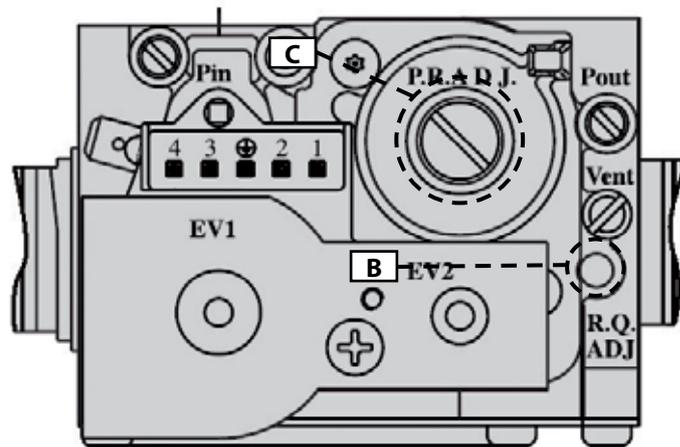

рис. 35
- Удостовериться, что комнатный термостат (опция), если таковой имеется, включен (ON).
- Отрегулировать уровень содержания углекислого газа (CO2) в дымовых газах с помощью соответствующего регулятора **В** (рис. 35) и удостовериться, что его величина находится в пределах, указанных в табл. 20. Не выключая режим «трубочист», перейти к следующему этапу — регулировке минимальной мощности.